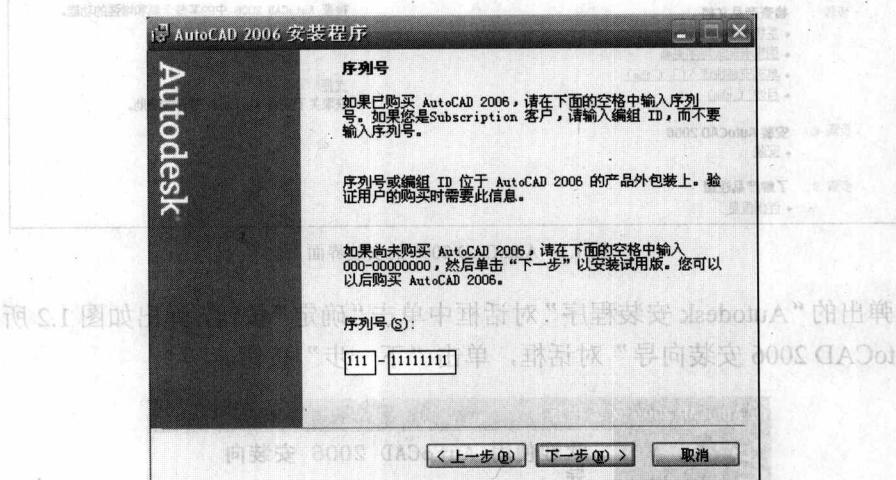

图 1.4 “序列号”对话框
④ 在图1.4所示的“序列号”对话框中，输入产品包装上的序列号或编组ID（如果同时具有编组ID和序列号，请输入编组ID），单击“下一步”按钮。